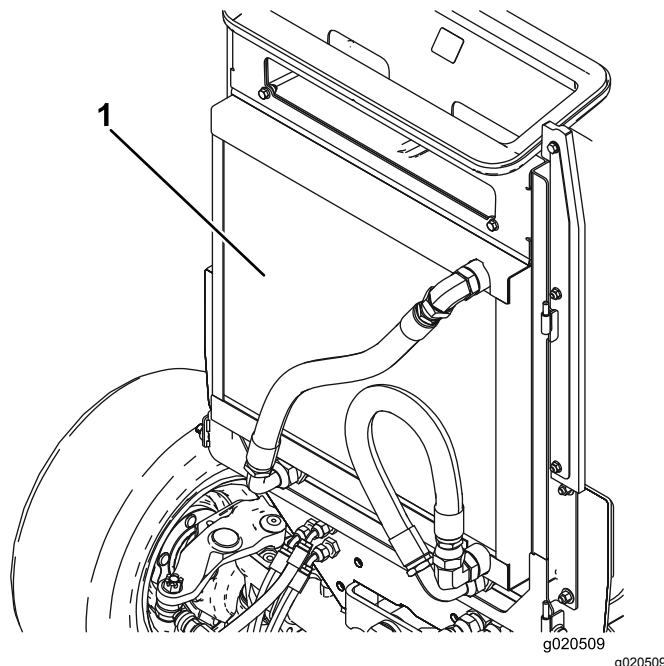

図 103
4. オイルクーラとラジエーターの両方の裏表【図 103】を圧縮空気で丁寧に清掃する。前側から清掃を始